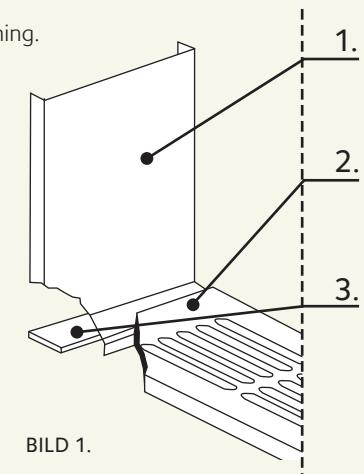

BILD 1.
- Kontrollera att rostret och reglerskivan för sekundärluft (bild 1.) är på plats.